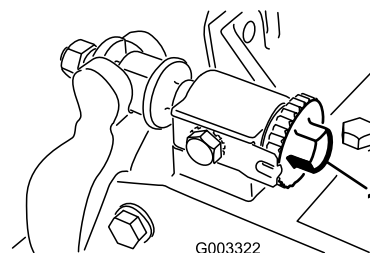

Рисунок 7
- A. Поворачивайте регулировочные болты планки неподвижного ножа по часовой стрелке (Рисунок 7) по 1 щелчку за раз до тех пор, пока не почувствуете или не услышите легкий контакт.